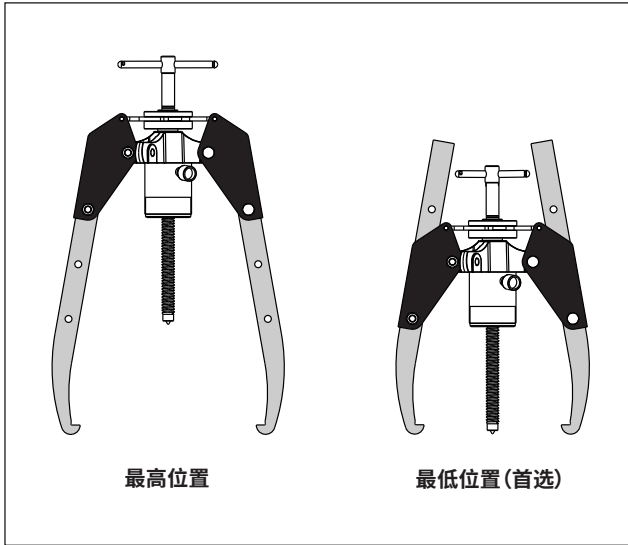

图 7, 钳爪安装位置 (典型)
- 为降低钳爪变形的可能性, 务必将钳爪安装在最下面的可用安装孔后再进行作业。仅当需要在较大的部件周围提供间隙时, 使用靠上面的安装孔。参见图 7。